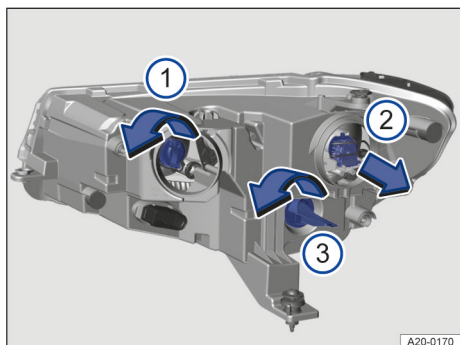

Fig. 172 În compartimentul motor: înlocuirea becurilor din farul din dreapta.
4. Rotiți soclul becului → fig. 172 ① până la limită în sensul săgeții și scoateți-l către spate.
6. Introduceți soclul becului → fig. 172 ① în far și rotiți-l în sens contrar săgeții până la limită.
4. Scoateți soclul becului → fig. 172 ② în sensul săgeții.
6. Introduceți soclul becului → fig. 172 ② în far și împingeți-l înăuntru, în sens opus săgeții.
3. Rotiți soclul becului → fig. 172 ③ până la limită în sensul săgeții și scoateți-l către spate.
5. Introduceți soclul becului → fig. 172 ③ în far și rotiți-l în sens contrar săgeții până la limită.